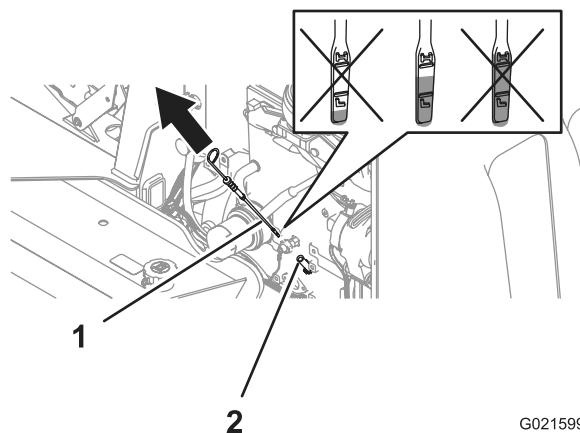

Рисунок 42
4. Выньте измерительный щуп и протрите его чистой тканью (Рисунок 42).
5. Вставьте измерительный щуп в трубку измерительного щупа, снова извлеките его и посмотрите уровень масла по щупу (Рисунок 42).